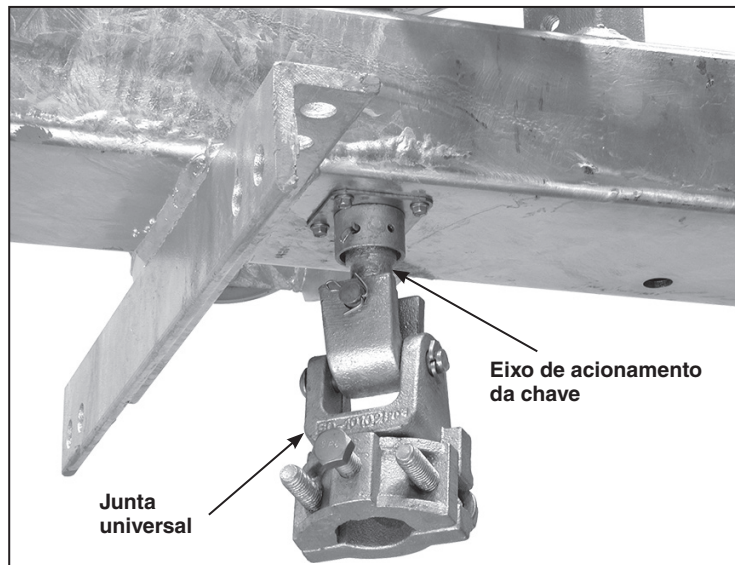

Figura 20. Acoplamento da junta universal ao eixo de acionamento da chave.
PASSO 19. Acople uma junta universal tubo-chave tipo mancal ao eixo de acionamento da chave na parte inferior da chave. Ver Figura 20.